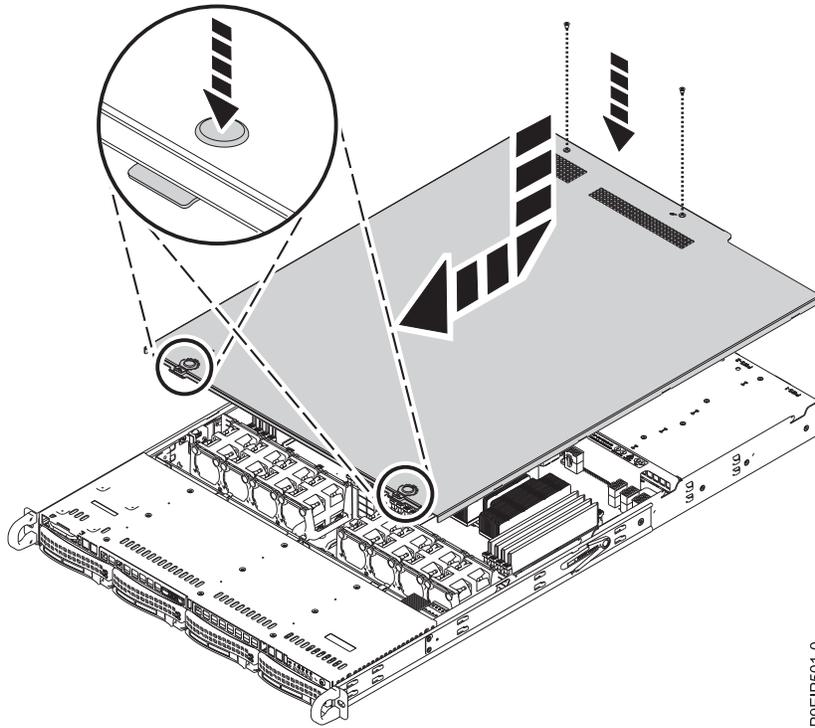

Figure 55. Remise en place et sécurisation du capot
2. Faites glisser le capot vers l'avant jusqu'à ce qu'il s'encastre, comme indiqué dans la figure 55, à la page 99.